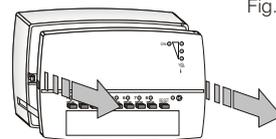

Fig. 4.i
- Estrarre il frontale dalla base (la resistenza all'estrazione è dovuta ai PIN di accoppiamento ai morsetti) (fig.4.i).
- Mantenere premuto il **tasto** desiderato es. **1** sino alla emissione di un breve segnale acustico, quindi rilasciarlo: il comando è attivato ed il corrispondente **LED** acceso fisso (fig.4). Anche il comando della pompa (o caldaia) viene attivato.